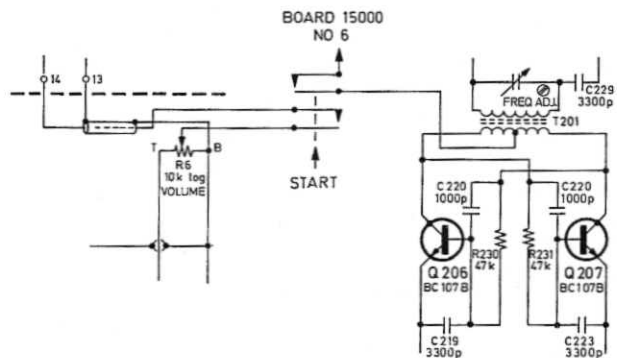
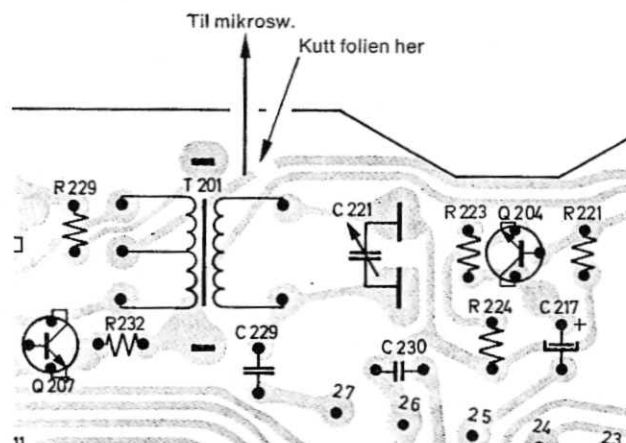

Fig. 8.4. Detalj av skjema.
Fig. 8.5. Detalj av plate 15001.
Mikrobryter for utkopling av driftsspenningen ved stopp og tilbakespuling ved bruk av pedal, er nå endret slik at bare spenningen til oscillatoren brytes. Alle forsterkere er derved driftsklare til enhver tid, og innstilling av signalnivået kan skje mens båndopp-takeren står i stopp. Dessuten kommer oscillatoren raskere igang etter stopp. Endringen kan lett innføres på apparater med lavere serienummer. (Se fig. 8.4 og fig. 8.5.)
- En ekstra mikrobryter (6) monteres på samme brakett som den gamle bryteren for driftsspenningen (5).
- En ny ledning koples til det samme punkt på bryteren og føres til forforsterkerplaten som vist på fig. 8.4 og fig. 8.5. Kopperfoliet for spenning til oscillatoren brytes som vist på samme figur.